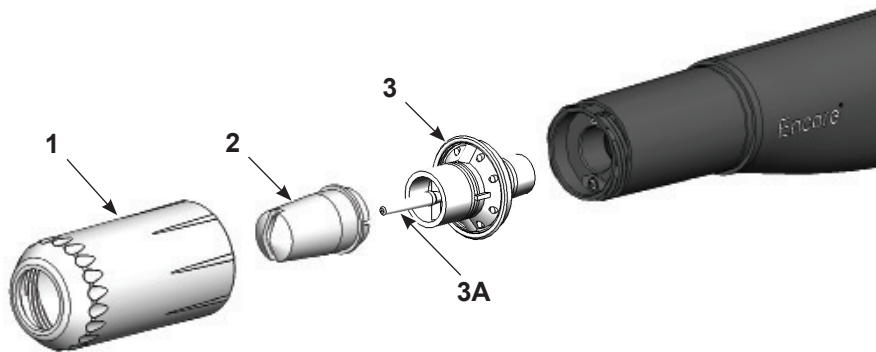

Figura 4-1 Rimozione e installazione dell'ugello a spruzzo piatto
1. Vedi Figura 4-1. Svitare il dado dell'ugello (1) girando in senso antiorario.
2. Tirare via l'ugello per spruzzo piatto (2) dal gruppo elettrodo (3).